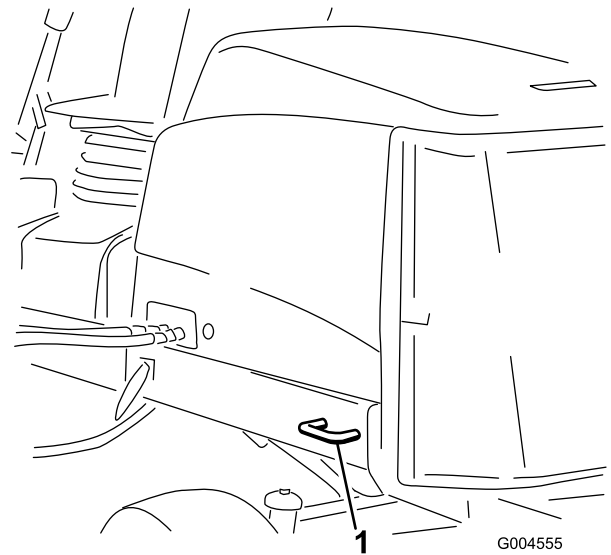

Figura 26
- **Parte trasera de la máquina**—a cada lado de la máquina, en el bastidor trasero (Figura 26).